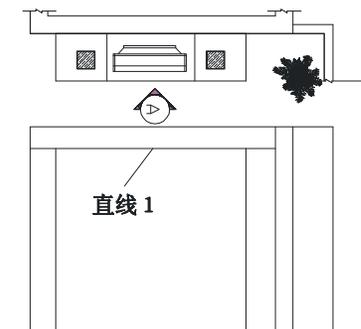

图 8-1-5
**STEP 04** 使用修剪命令 TRIM 将对其进行修剪，修剪后如图 8-1-5 所示，其具体的操作步骤如下：
**STEP 05** 使用偏移命令 OFFSET 将如图 8-1-5 所示的直线 1 向上偏移 25 向下偏移 500，其具体的操作步骤如下：
// 单击如图 8-1-5 所示中直线 1